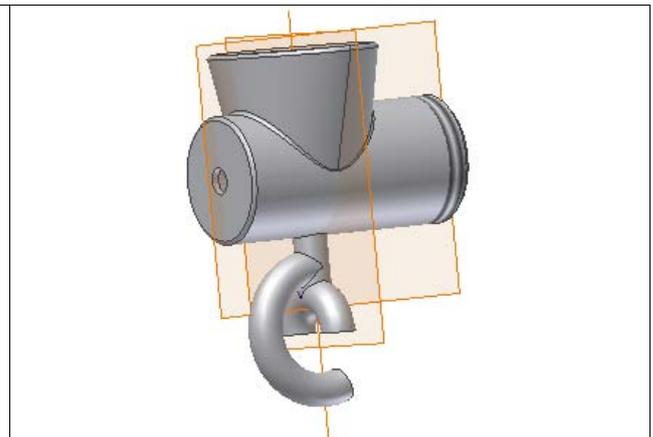

Рис. 26. Полученная модель.
12. Завершите режим построения эскизов, а затем при помощи команды **Revolve** , проверните окружность на **200** градусов относительно ранее созданной прямой (обратите внимание на направление) (рис. 26).